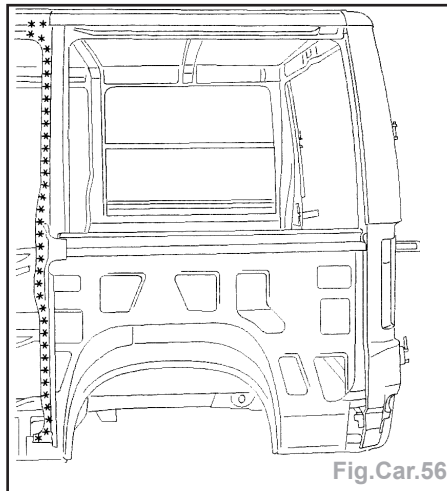

Fig.Car.56
- Dégraffer les lignes de points à l'aide d'une fraise de Ø 8 mm (Fig.Car.56).